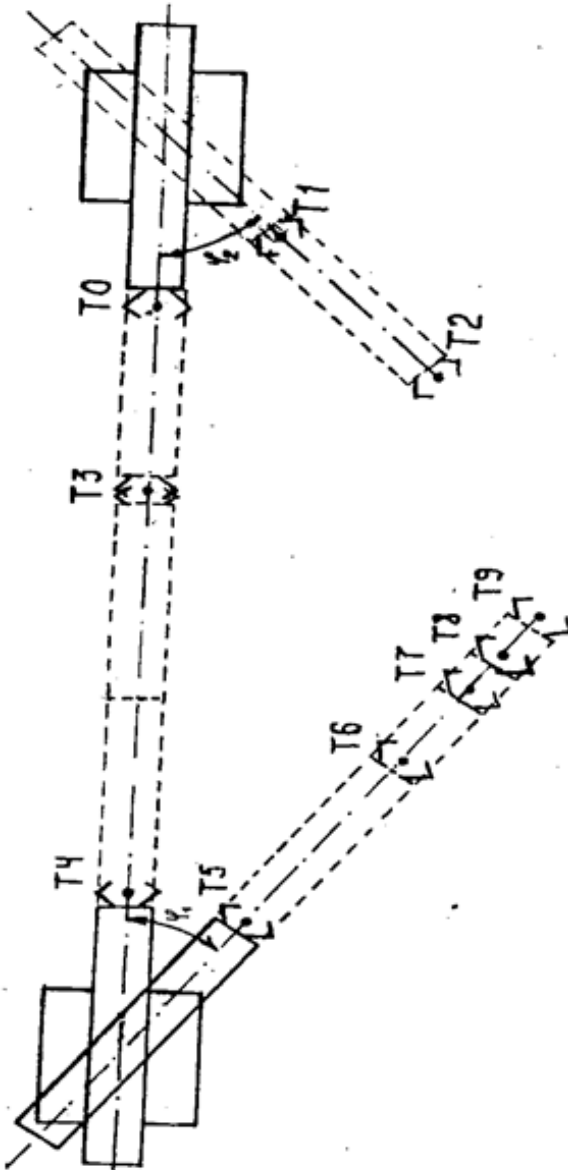

Рис. 3.1. План-схема роботи комплексу на базі робітв ПМР 0,5-254КПВ і ПМР 0,5-200КВ
3. Виконати рисунок план-схеми роботи роботизованого комплексу і побудувати циклограму роботи роботів. (рис. 3.1).